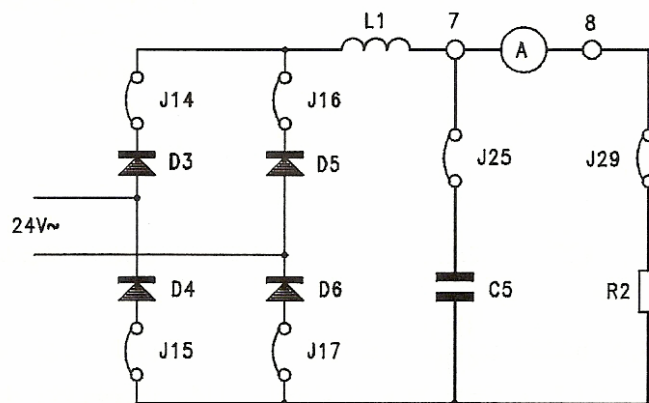

Fig. I06.11 Redresorul dublă alternanță pentru analiza filtrelor LC și CLC.
- Scoateți șuntul J24 pentru a realiza un filtru LC, fig. I06.11